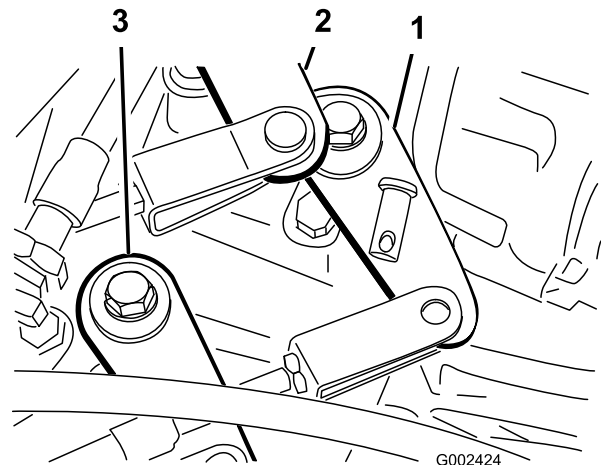

Figura 52
2. Retire los pasadores de horquilla que fijan los cables del cambio de marchas a los brazos de cambio del transeje (Figura 52).
1. Retire el pasador de horquilla que sujeta el cable Alto-Bajo al transeje (Figura 52).